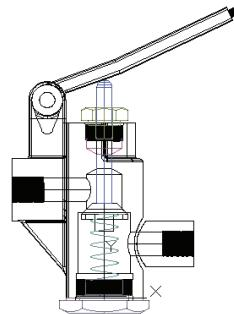

图 11-187 移动手把后的图形（一）
4) 移动手把：单击“修改”工具栏中的“移动”按钮 $\text{M}$ ，以坐标点(0,0,0)为基点移动，第二点坐标为(-37,128,0)。如图 11-187 所示。